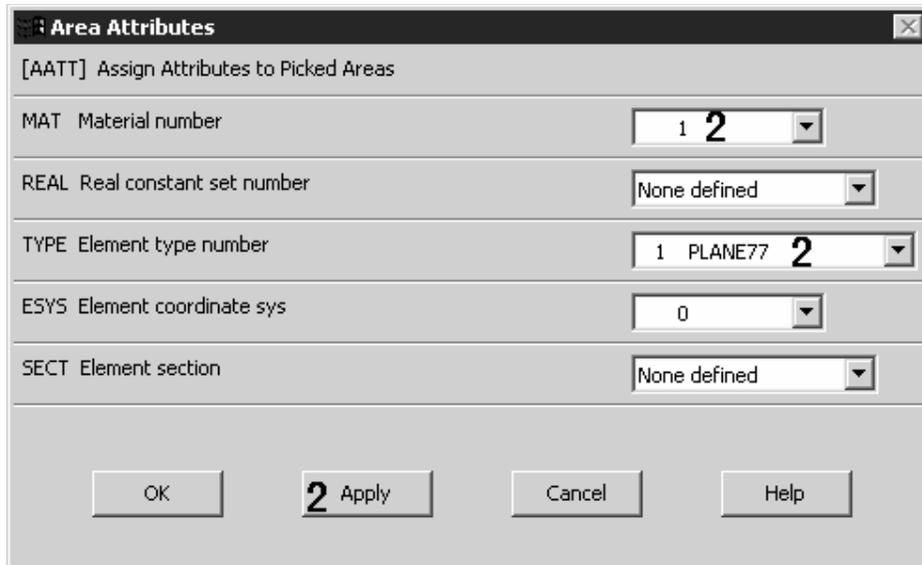

图 12.16 设置面的属性
1. 设置面的材料属性。选取菜单路径 Main Menu | Preprocessor | Meshing | Mesh Attributes | Picked Areas，将弹出设置 Area Attributes (面的属性)拾取对话框，在 ANSYS 图形显示窗口中单击标号为“A1”的面，然后单击拾取对话框中的 **OK** 按钮。将会弹出设置 Area Attributes (面的属性)对话框，如图 12.16 所示。
3. 接着将重新弹出设置 Area Attributes (面的属性)拾取对话框，在 ANSYS 图形显示窗口中单击标号为“A2”的面，然后单击拾取对话框中的 **OK** 按钮。将会弹出设置 Area Attributes (面的属性)对话框，如图 12.16 所示。在对话框中将 Material number (材料属性序号)设置为“2”，将单元类型 Element type number 设置为“1 PLANE77”，然后单击对话框中的 **OK** 按钮，完成对面 A2 的属性设置，并关闭对话框。